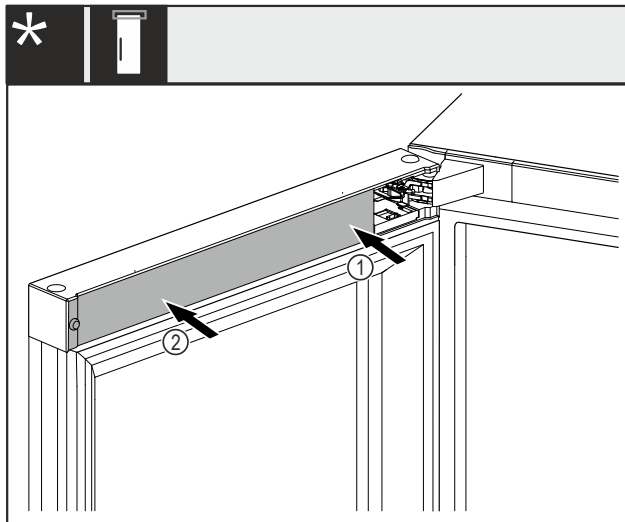

Fig. 49 *
- Aseta suojus Fig. 49 (1) ensin laakerijalustan puolelle ja lukitse se paikalleen.*
- Aseta suojus Fig. 49 (2) ulkopuolelle ja lukitse se paikalleen.*